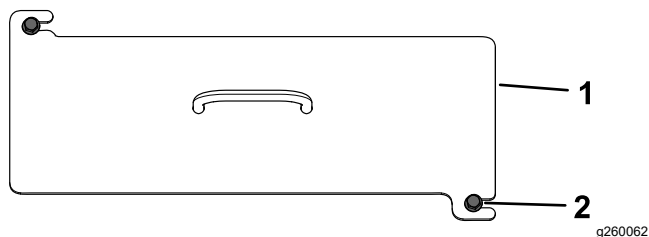

Figura 40
2. Afloje los 2 pernos que sujetan la cubierta delantera a la máquina (Figura 40).